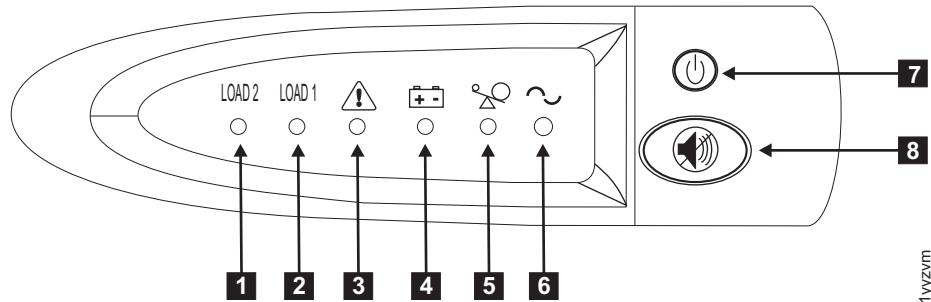

图 17. 2145 UPS-1U 前面板组件
- 按住开/关按钮（图 17 中的 **7**）大约 5 秒钟。您可能需要一个尖头装置（如螺丝刀）来按压该开/关按钮。在 2145 UPS-1U 执行自检期间，前面板指示灯将按照启动顺序进行循环。